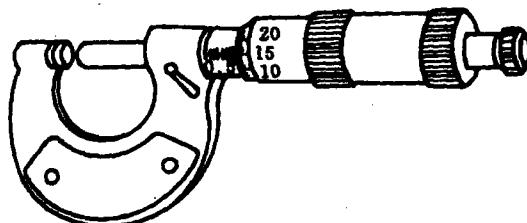

图 1-1-6 外径千分尺
(1) 外径千分尺：用来测量工件的各种外形尺寸（如外圆直径、长度、厚度等），如图 1-1-6 所示。